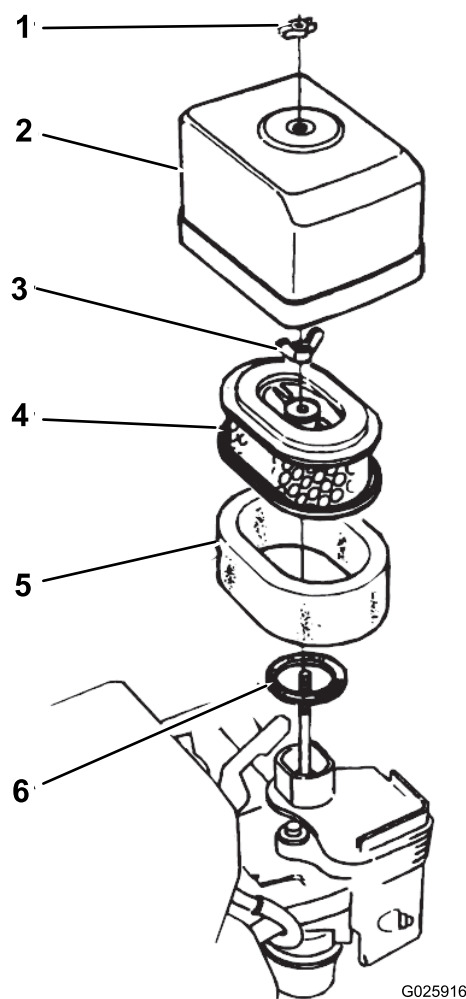

Figura 31
2. Îndepărtați piulia fluture care fixează capacul filtrului de aer pe filtru și scoateți capacul (Figura 31).
5. Montați capacul filtrului de aer la filtru, utilizând piulia fluture (Figura 31).
1. Îndepărtați piulia fluture care fixează capacul filtrului de aer pe filtru i scoatei capacul (Figura 31).
2. Îndepărtați piulia fluture de la filtrul de aer i scoatei filtrul (Figura 31).
3. Scoatei elementul din spumă al filtrului de aer din elementul din hârtie (Figura 31).
1. Montați elementul din spumă al filtrului de aer în elementul din hârtie (Figura 31).
2. Verificați dacă există urme de uzură i de deteriorare a garniturii (Figura 31).
3. Asigurați-vă că garnitura este poziționată pe orificiul de admisie a aerului pentru carburator (Figura 31).
4. Montați elementele filtrului de aer la carburator utilizând piulia fluture (Figura 31).
5. Montați capacul filtrului de aer la carburator utilizând cealaltă piulă fluture (Figura 31).